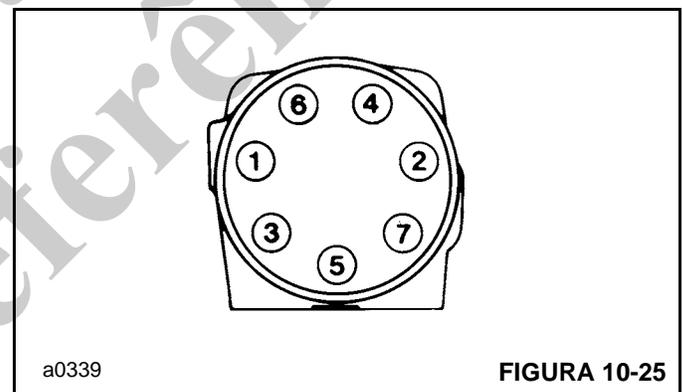

FIGURA 10-25
25. Instale os seis parafusos tipo Torx de 6 pontos, com novas arruelas de vedação, na tampa da extremidade. Aperte cada parafuso com um torque de 17 Nm (150 lb-pol.) e, em seguida, aperte cada parafuso na sequência mostrada na (Figura 10-25) com um torque de 31 Nm (275 lb-pol.).